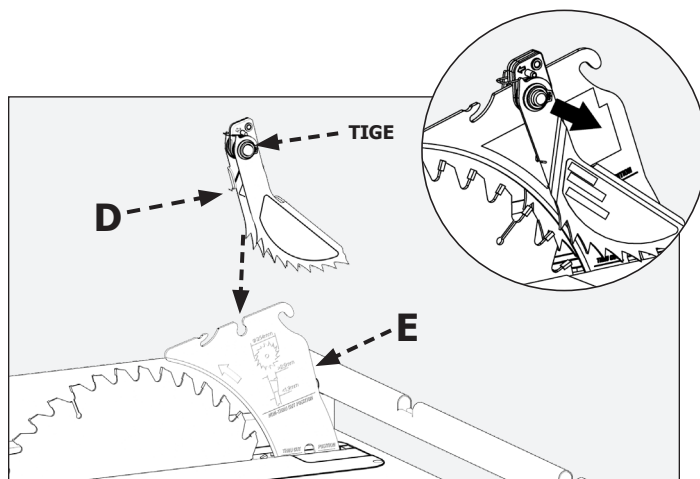

FIGURE 15
Insérez l'ensemble de griffes (D) dans la fente du milieu sur le couteau diviseur (E) comme le montre la figure 15 tout en appuyant sur la tige à ressort sur le côté droit de l'ensemble de griffes.
Une fois insérée, relâchez la tige à ressort de sorte qu'elle revienne à sa place (figure 15). S'assurer qu'elle est verrouillée en place.